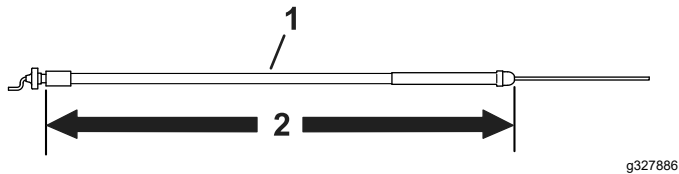

Bild 9
- Verwenden Sie den Gaszug mit einer Länge von 158,3 cm, für alle Modelle, jedoch nicht für Zugmaschinen der Modellreihe 04035, 04037, 04056 oder 04060; siehe Bild 9.